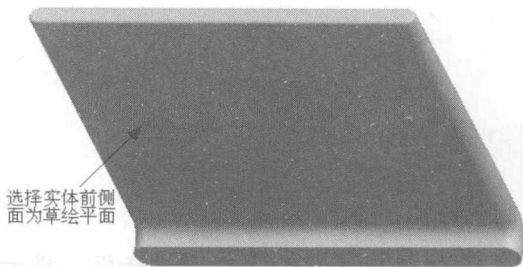

图1-27 选择实体前侧面为草绘平面
16. 系统弹出【草绘】提示对话框，提示选择拉伸剖面草绘平面，选择如图 1-27 所示的实体前侧面作为草绘平面。